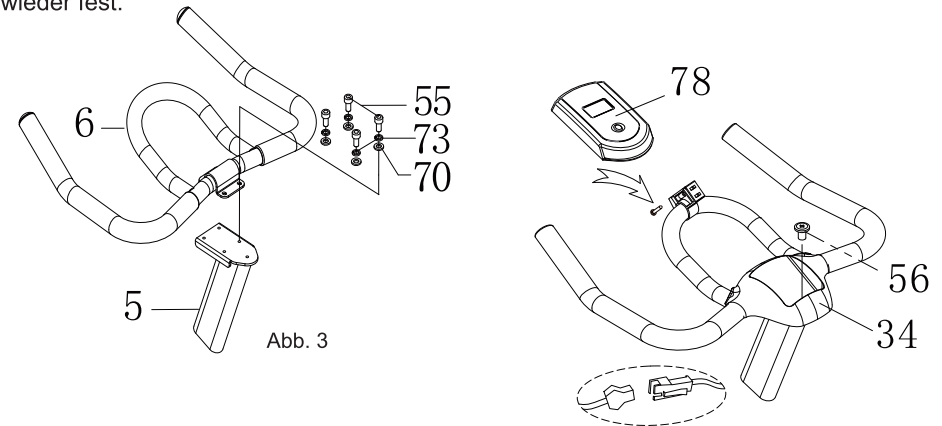

Abb. 3
3. Montieren Sie die Lenkerstange (6) mit Hilfe von 4 Schrauben M 6 x 12 (55), 4 Federringen (73) und 4 flachen Unterlegscheiben (70) wie in Abb. 3 gezeigt an das Lenkerstangeeinstellrohr (5). Montieren Sie die Lenkstangenabdeckung (34) mit Hilfe einer Schraube M 6 x 10 (56)